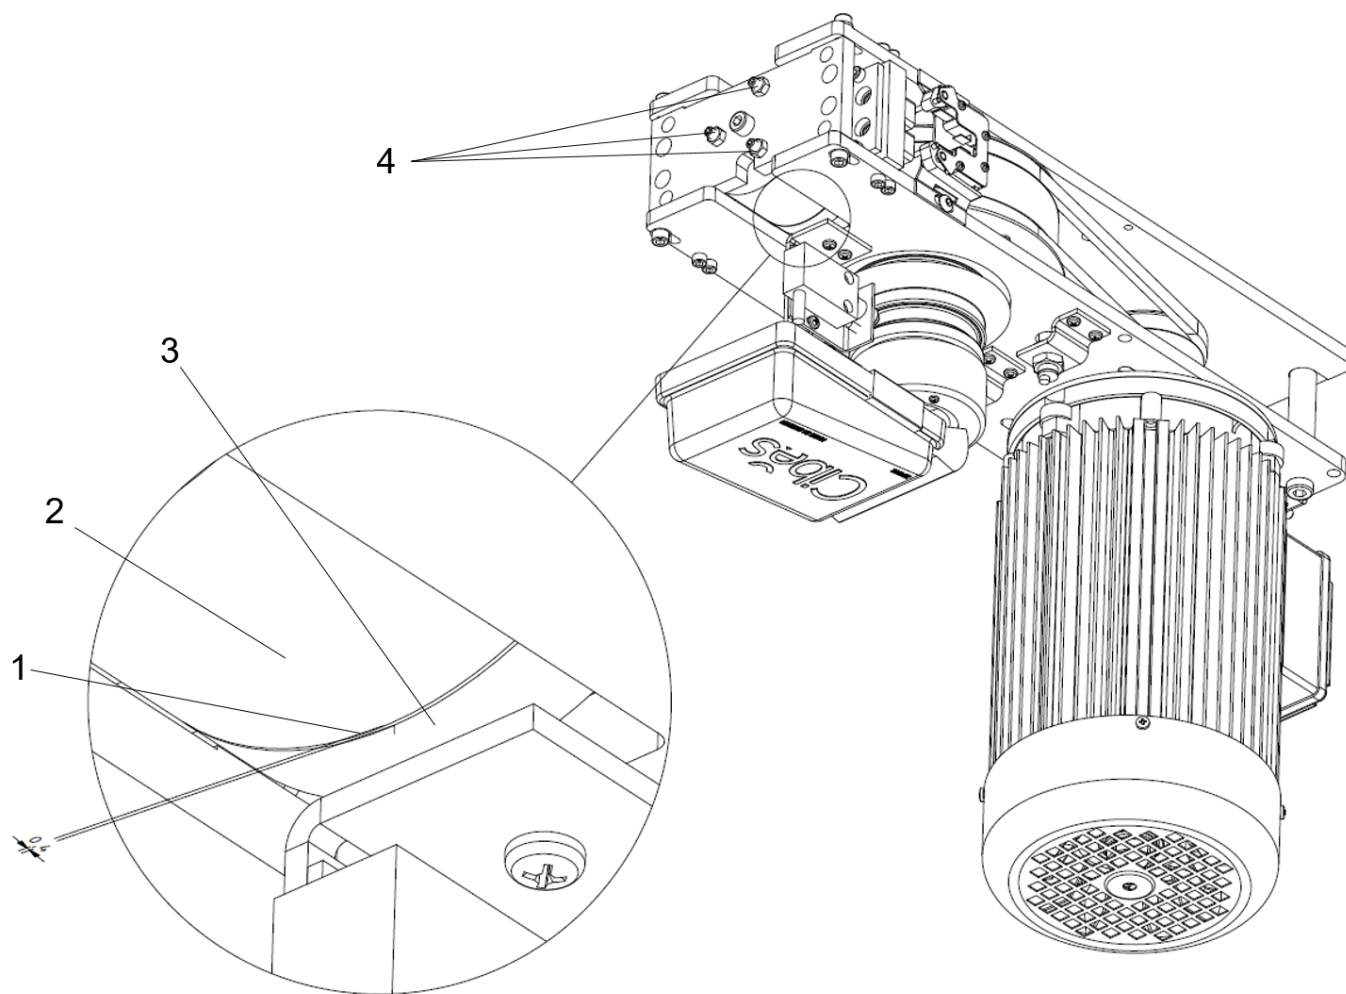

Fig. 32 Justering av bromsen
3. Säkerställ att luftgapet (1) mellan elektromagneten (2) och bromsbeläggen (3) är maximalt 0,5 mm. Använd ett bladmått för att mäta luftgapet, se Fig. 32. Mät gapet från flera vinklar och positioner.
4. Använd skruvarna (4) för att justera gapet mellan elektromagneten och bromsbelägget om så behövs.